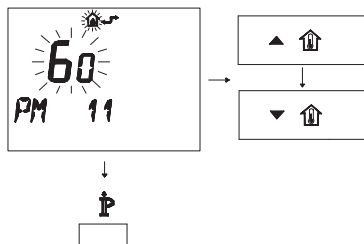

Figura 5.59
- Per modificare il SET programmato agire sui pulsanti ▲⬆️ o ▼⬆️ e aspettare che il numero programmato cominci a lampeggiare (Figura 5.59). Ogni passo incrementato o decrementato corrisponde a 1 secondi.